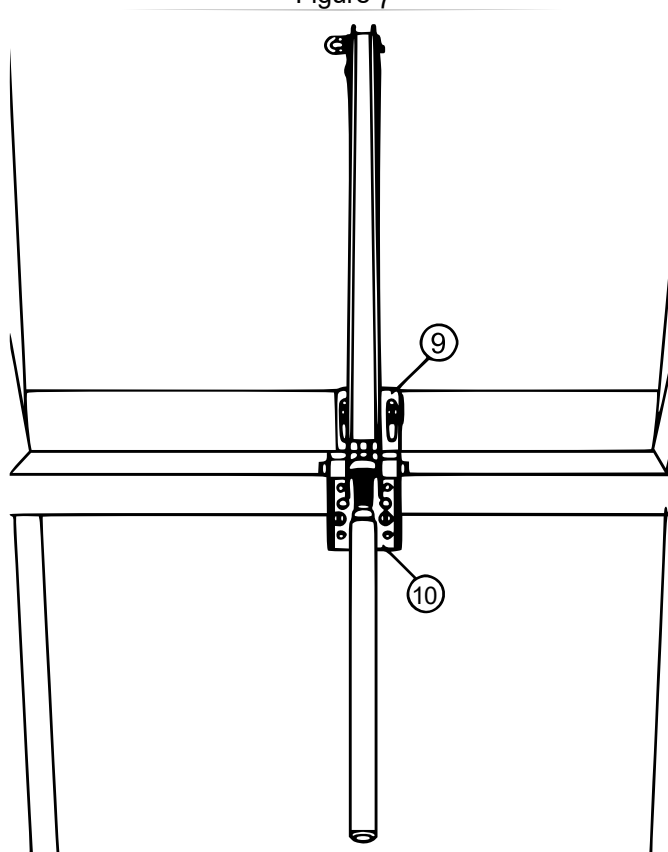

Figure 8
- Fixez le support du cadre (10) au rebord de la fenêtre et le support de la fenêtre (9) au cadre de la fenêtre, au-dessus du support du cadre (10). La fenêtre doit être fermée (voir fig. 8).
- Vissez le cylindre (1) dans le logement du cylindre (2) jusqu'à ce que le filetage des deux côtés du logement soit de la même longueur.